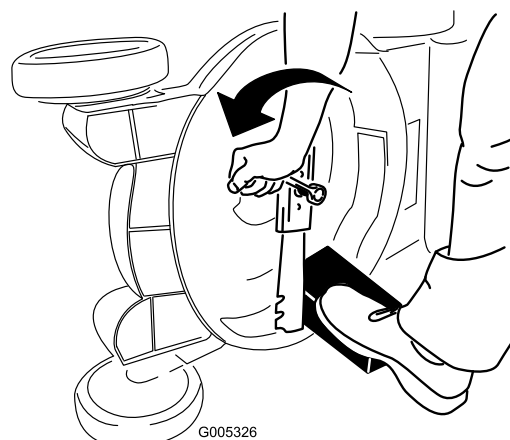

Figura 47
3. Utilice un bloque de madera para inmovilizar la cuchilla (Figura 47).
4. Retire la cuchilla, conservando todos los herrajes de montaje (Figura 47).